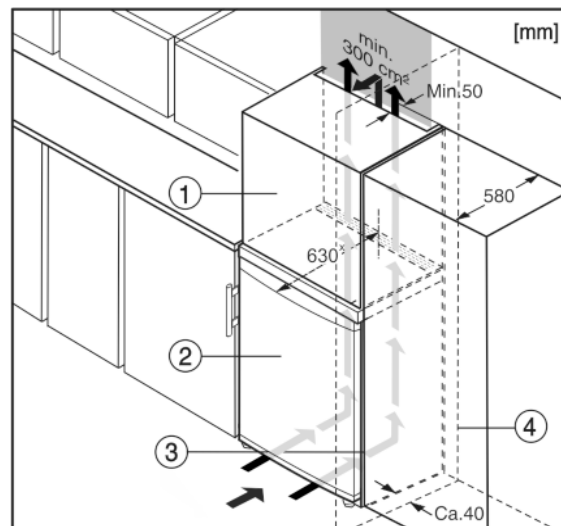

Fig. 6
- (1) Nadgradna omarica*
- (2) Aparat*
- (3) Kuhinjska omarica*
- (4) Stena*
Okoli naprave lahko vgradite kuhinjske omare. Za poravnavo naprave Fig. 6 (2) s kuhinjskimi elementi lahko nad napravo postavite ustrezno nadgradno omarico Fig. 6 (1).
Pri vgradnji aparata v standardne kuhinjske omare (globina največ 580 mm) lahko aparat postavite tik ob kuhinjsko omarico Fig. 6 (3). Aparat je ob strani postavljen 34 mm * in na sredini 50 mm * od čelne stranice kuhinjske omare.
Če aparat s tečaji postavite poleg stene Fig. 6 (4), mora razdalja med aparatom in steno znašati najmanj 40 mm. To ustreza velikosti ročaja pri odprtih vratih.*